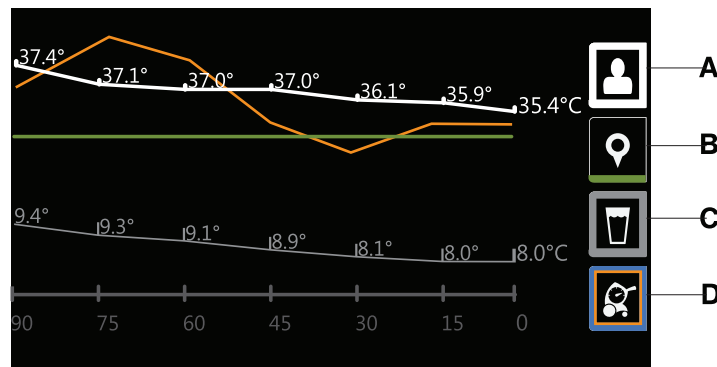

Figura 4-18: Visualización gráfica
- Lectura de temperatura primaria del paciente desde la sonda acoplada (A) (Figura 4-18 de la página 4-35)
- Temperatura objetivo intermedia (B)
- Temperatura del agua (C)
- Nivel de energía (D)